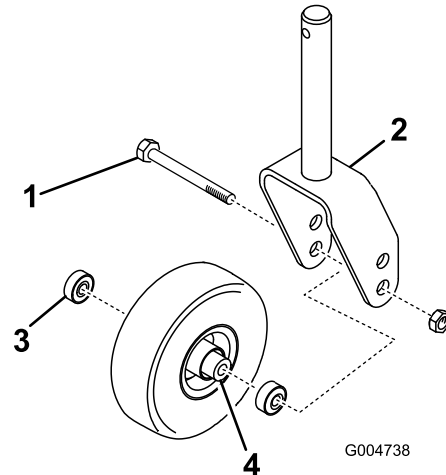

Bild 30
1. Entfernen Sie die Sicherungsmutter von der Schraube, mit der das Laufrad an der der Gabel befestigt ist (Bild 30). Halten Sie das Laufrad fest und schieben die Schraube aus der Gabel oder vom Gelenkarm ab.
2. Entfernen Sie das Lager aus der Radnabe und lassen das Lagerdistanzstück herausfallen (Bild 30). Entfernen Sie das Lager aus der gegenüberliegenden Seite der Radnabe.